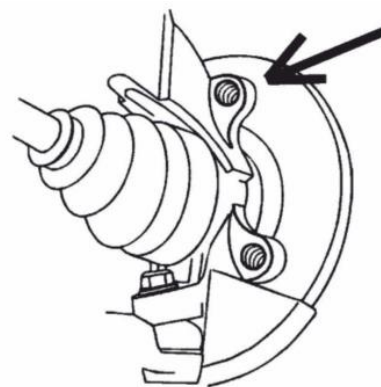

Рисунок 8
7.3.2 Изгиб должен оказаться прямо напротив привода (см. рис. 8)